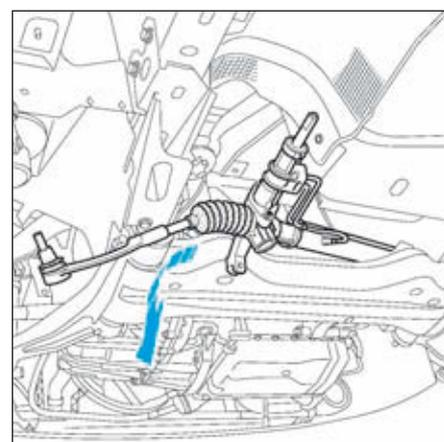

FIG.10
- Déposer le boîtier de direction entre le berceau et descente d'échappement (Fig.10).